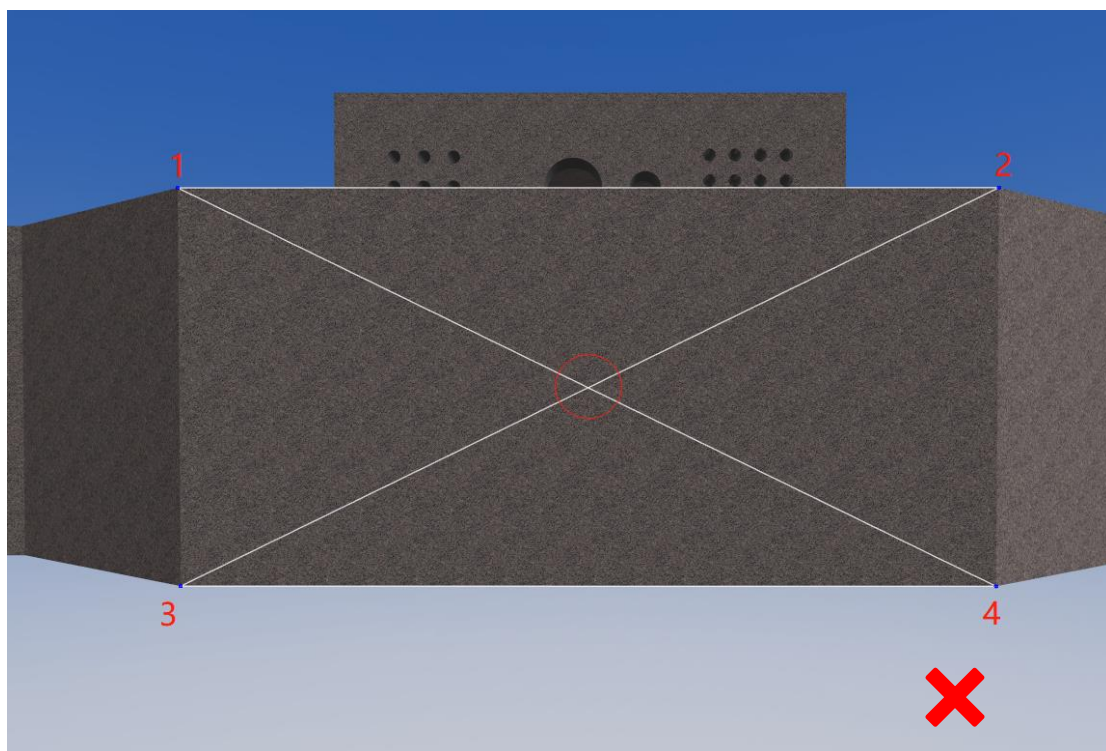
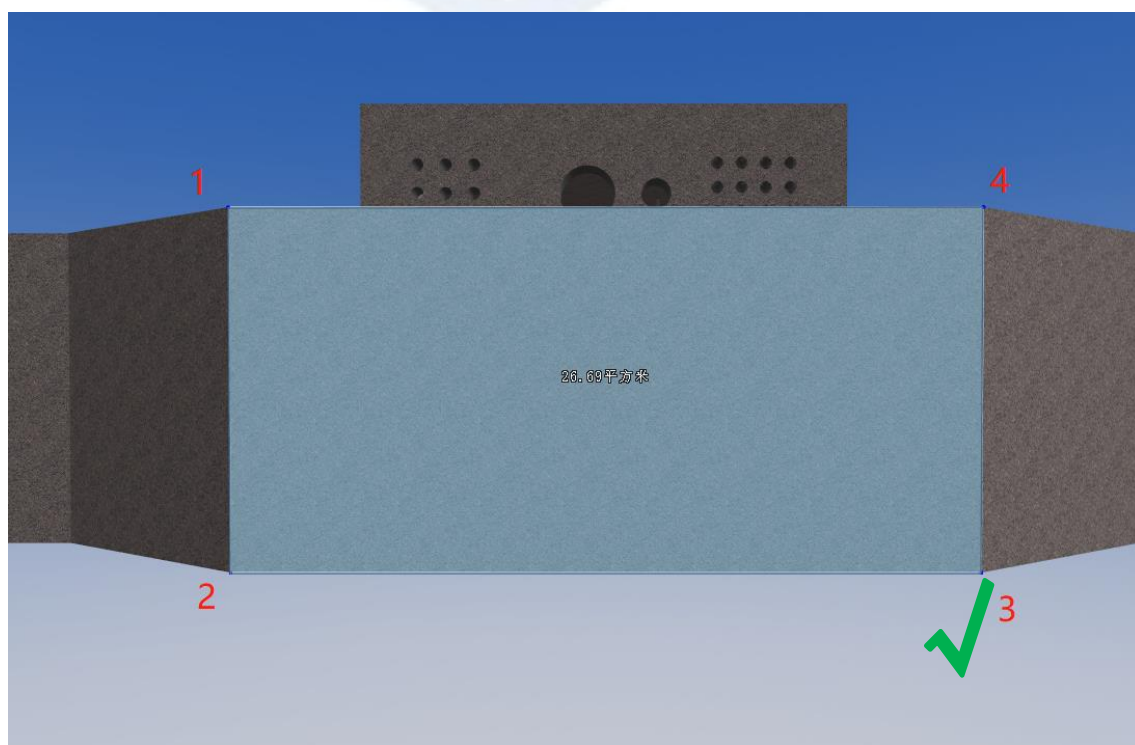

图 3 测量过程中线与线出现交叉，测量失败
图 4 沿几何体边依次取点，无交叉
- 选择点过程中若出现交叉则视为无效测量(如图3所示)，需单击鼠标右键结束本次测量，或点击  重新按照正确的顺序进行选择(如图4所示)。